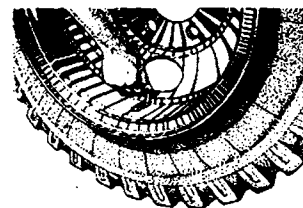

Рис. 5-14. Снятие шины с колеса
9. Поставить колесо вертикально (рис. 5-14.), вынуть обод из шины до упора вентильного паза в вентиль камеры и, утопив вентиль в пазу, снять шину с колеса.